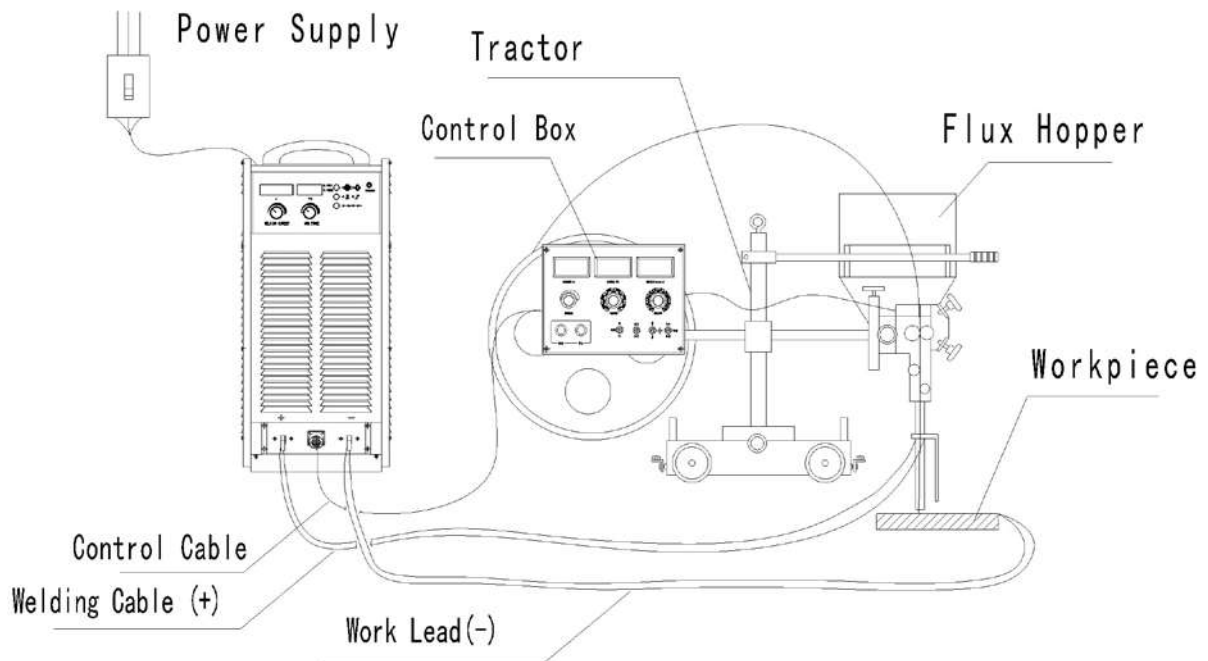

Figura 5: Diagrama de cableado externo
1.4.1 La guía de montaje de la serie WK-SAW se muestra en la figura 5: